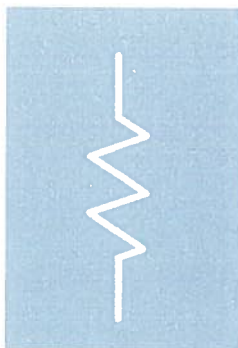

Fig. 7.121
2. Dacă elementul la care este racordată bobina TIF este „**deconectat**” și nu este prezentă starea de „**legat la pământ**”, bobina va fi reprezentată cu alb indiferent de nivelul de tensiune, Fig. 7.121